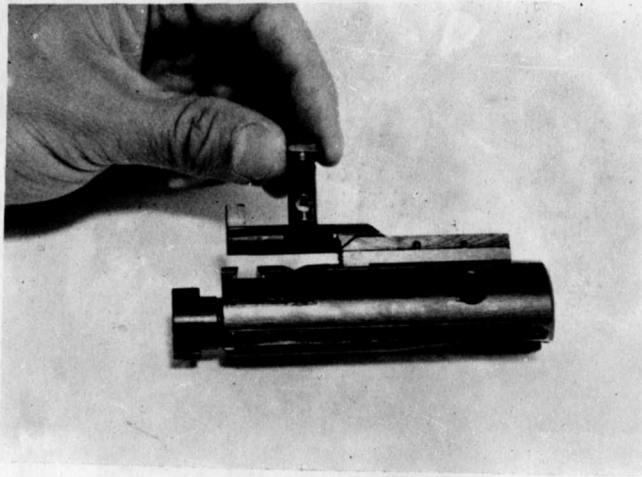

Fig. 21
17. Remove bolt cam pin (Fig. 21)